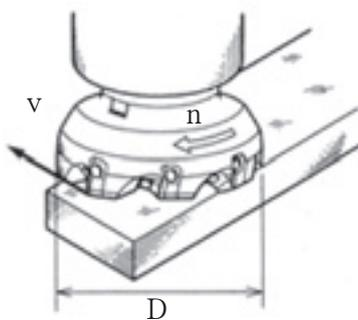

図2
(4) 図2のように、直径 $D = 125$ [mm]の正面フライスで工作物を削る場合のフライス盤の主軸回転速度 n に最も近い数値を1～5から一つ選べ。ただし、切削速度 $v = 80$ [m/min]、 $\pi = 3.14$ 、刃数 $z = 10$ とする。解答番号は